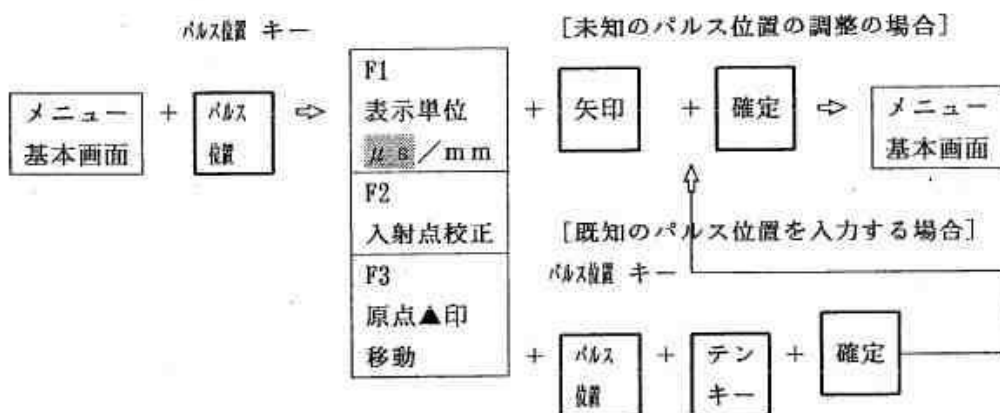

図 6.2.27-2 パルス位置の調整方法
- ① 機能キー [パルス位置] を1回押して図 6.2.27-3 のようにメニューエリアにパルス位置選択メニューを表示させます。
- ② 続いて、選択キー [F3] を1回押します。探傷図形を観察しながら▲印の位置を矢印キー又はテンキーモードで調整します。▲印の調整可能範囲は、-1.0 mm（左方向）から、+2000 mm（右方向）です。